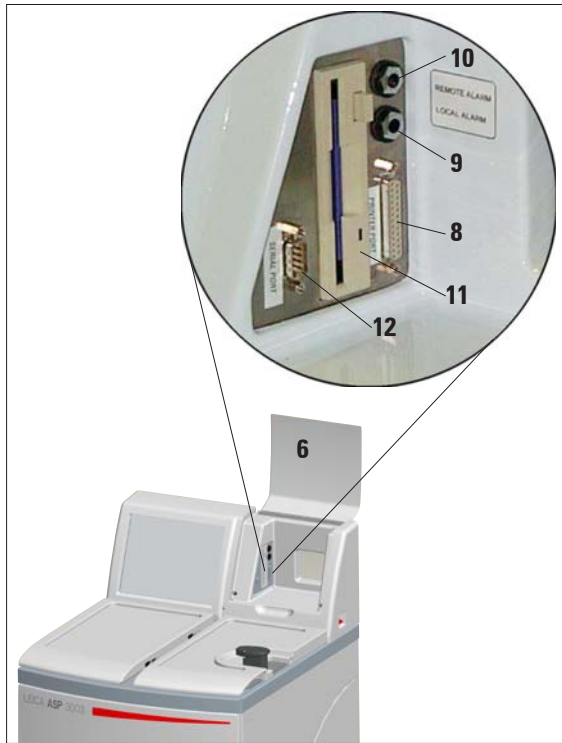

Fig. 8
Innestare l'agitatore magnetico in modo che il lato convesso (32) delle pale del rotore (31) siano rivolte in basso. (Fig. 8)
- Sollevare verso l'alto l'aletta di copertura della console dello strumento (6).
- Collegare la stampante alla porta relativa (8) nella console tramite un cavo standard Centronics. (Fig. 8)
Se richiesto, collegare il sistema di allarme locale e/o remoto alle prese dell'allarme (9, 10 in fig. 8) sul retro dell'unità usando lo spinotto jack accluso (\varnothing 6,3 mm).